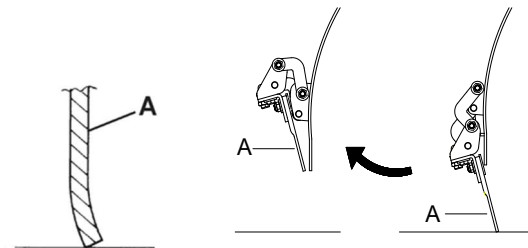

Figura 36
- A pá frontal (A, Figura 36) toca ligeiramente o pavimento.
12. Pressione o pedal da aba e verifique se a pá frontal (A, Figura 36) está levantada; em seguida, solte o pedal e verifique se a pá não permanece na posição intermédia, mas retorna à sua posição inicial. Se necessário, para o ajuste ou substituição do cabo de controlo da pá dianteira, consulte o Manual de assistência.